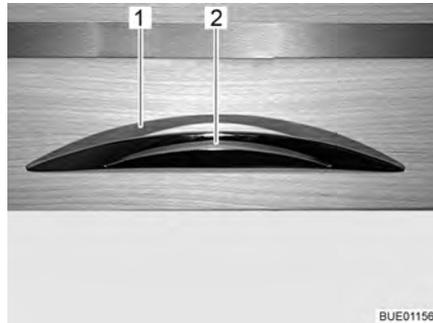

Fig. 43 Abattant de placard avec poignée de déverrouillage
- Enfoncer la poignée de déverrouillage (Fig. 43,2) et la maintenir enfoncée.
- Tirer sur la poignée de déverrouillage (Fig. 43,1) jusqu'à ce que l'abattant de placard s'ouvre.